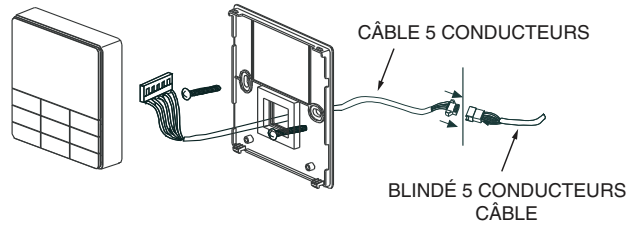

Fig. 3 — Fixation de la plaque arrière
7. À l'aide de 2 vis, fixez la plaque de montage arrière sur les 2 ouvertures et acheminez le câble de commande de la manière indiquée à la fig. 3.